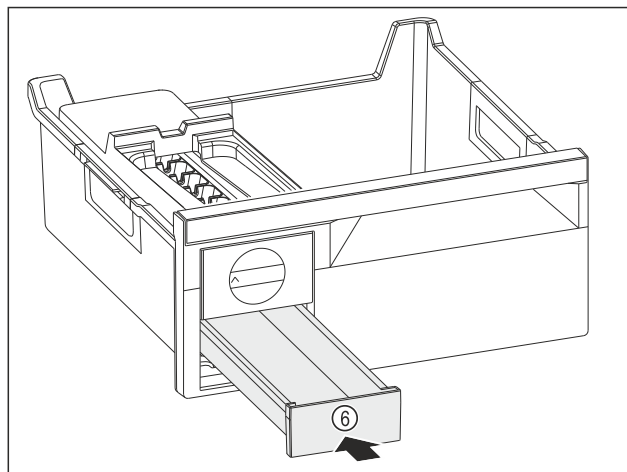

Fig. 247
- ▶ Insérer le compartiment à glaçons Fig. 247 (6).